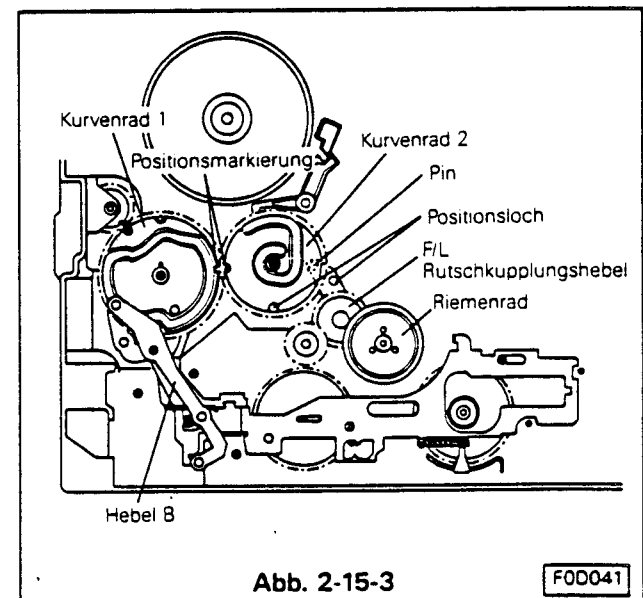

Abb. 2-15-3
- F. Den Hebel B so einsetzen das der Führungspin des Führungshebels sich in der Kurve des Kurvenrades 1 befindet. (Siehe Abb. 2-15-3). Den Hebel mit den Klemmrings sichern. Das Positionslloch des Hebels für die F/L Führungsrolle mit dem Positionslloch im Chassis in Übereinstimmung bringen. (Siehe Abb. 2-15-3)
- H. Die Markierung von Kurvenrad 1 und Kurvenrad 2 nebeneinanderstellen und das Positionslloch von Kurvenrad 2 über das Positionslloch des Chassis stellen. Das Kurvenrad 2 einbauen. (Siehe Abb. 2-15-3)